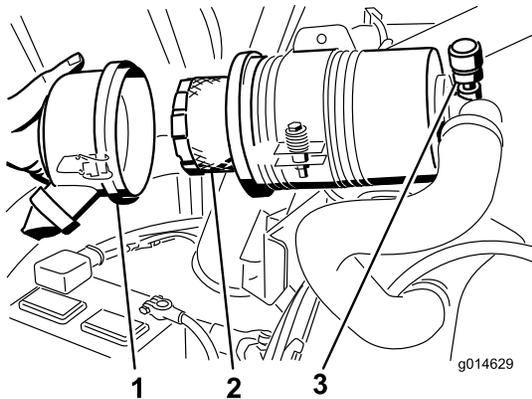

Bild 47
3. Nehmen Sie den Filter heraus und wechseln Sie ihn (Bild 47).